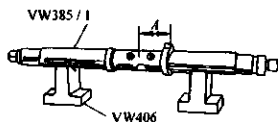

图 3-123 测量 A 尺寸
6) 将专用工具 VW385/1 支撑在 VW406 上, 通过调节环测量 A 的尺寸, 如图 3-123 所示。